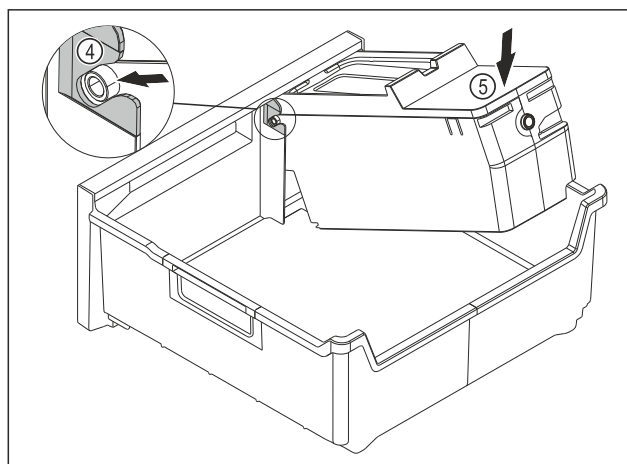

Fig. 158
- Monter le corps de l'EasyTwist-Ice : Insérer les axes du corps de l'EasyTwist-Ice dans les guides Fig. 158 (4).
- Appuyer l'arrière du corps de l'EasyTwist-Ice Fig. 158 (5) vers le bas.